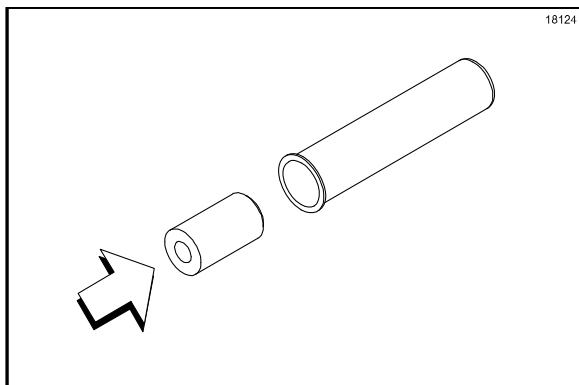

Abbildung 89
4. Einsatzstück mit dem abgeschrägten Ende und der kleineren Öffnung voran in das Tauchkolbenrohr einführen. (Siehe Abbildung 89.)